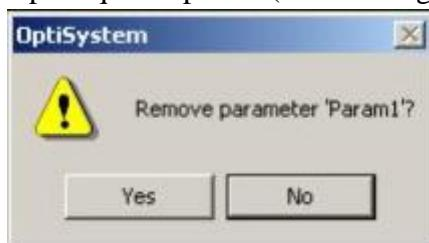

Figura 68 Eliminar mensaje del parámetro
- Aparece un diálogo que le pide que responda (véase la Figura 68).